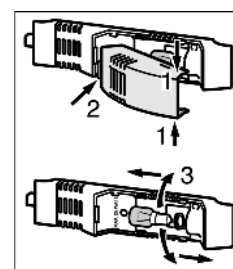

Fig. 18
- ▶ Chwycić klosz żarówki u góry oraz na dole i wyciągnąć *Fig. 18 (1)*.
- ▶ Klosz żarówki wyjąć z tyłu z uchwytych i odchylić *Fig. 18 (2)*.
- ▶ Wymienić żarówkę *Fig. 18 (3)*.